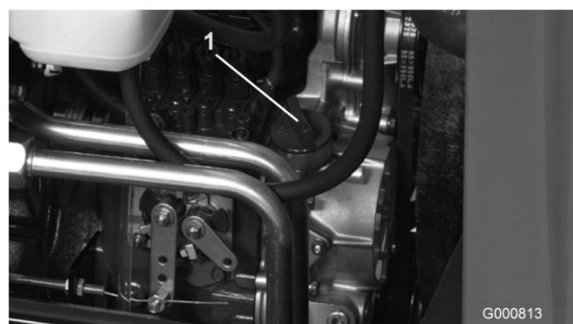

図 18
3. 不足している場合は、キャップ（図18）を取り、Full位置までオイルを補給する。入れすぎないこと。